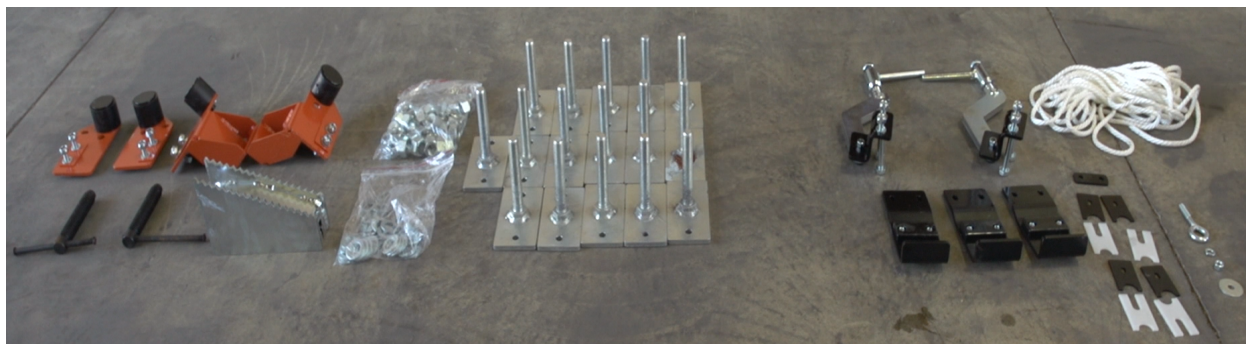

FIG. 3-2
4. Ouvrez la boîte de pièces et disposez les pièces de manière ordonnée. Voir Figure 3-2.